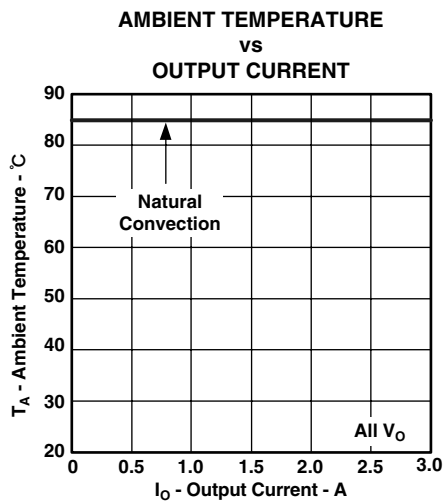

図 8
- (2) 温度デレーティング曲線は、内部コンポーネントの温度がメーカーの指定した最高動作温度以下になる条件を表します。このデレーティング制限は、2オンス(56.69グラム)の銅を使用した、100mm×100mmの両面PCBに直接半田付けされたモジュールに対して適用します。これらは、図8に対して適用されます。